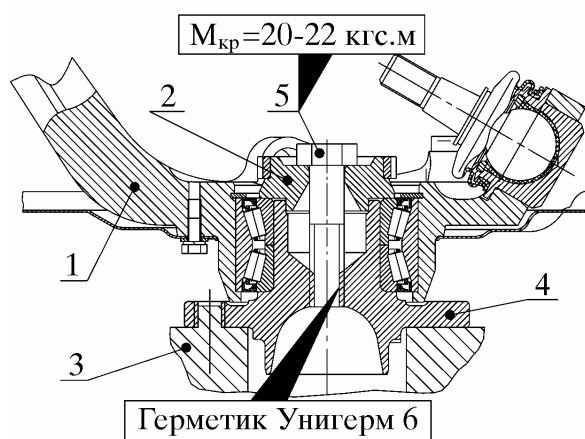

Рис. 18. Установка упора с ротором в сборе:
8.6.1. Установить поворотную стойку 1 (рис. 18) в сборе на приспособление 3 стойкой вверх. Ступица переднего колеса должна быть зафиксирована от проворачивания